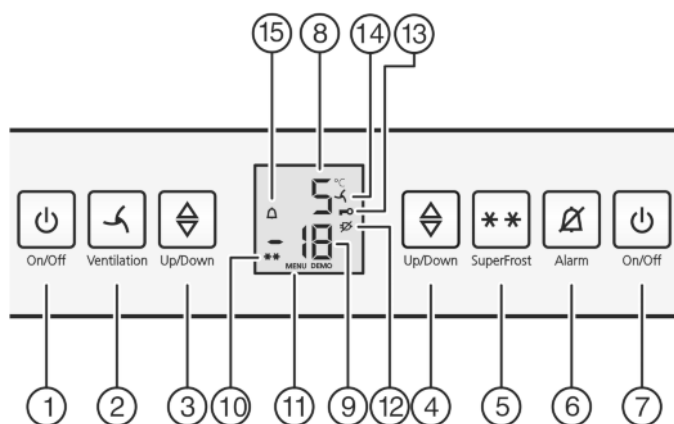

Fig. 2
- ▶ Натиснете бутона On/Off на фризерната част Fig. 2 (7).
- ▶ Натиснете бутона On/Off на хладилната част Fig. 2 (1).
- ▶ Активиране на режим настройки: Натиснете бутона SuperFrost Fig. 2 (5) за ок. 5 секунди.
- ▷ На индикатора се показва символът Меню Fig. 2 (11)
- ▶ Потвърдете чрез кратко натискане на бутона SuperFrost Fig. 2 (5).
- ▷ Символът Защита от деца Fig. 2 (13) светва на индикатора.
- ▶ Натиснете за кратко бутона On/Off фризерна част Fig. 2 (7).
- ▷ Символът Защита от деца Fig. 2 (13) угасва.
- ▶ Натиснете бутона Аларма Fig. 2 (6).
Заедно с това температурният индикатор и графичният символ Аларма Fig. 2 (15) мигат.
Сирената автоматично спира, символът Аларма Fig. 2 (15) изгасва и температурният индикатор спира да мига, когато температурата отново е достатъчно ниска.